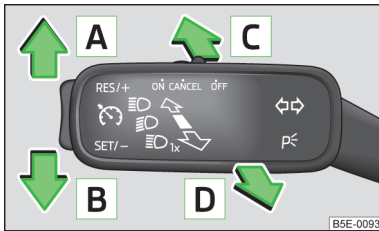

Abb. 29
- Den Blinker- und Fernlichthebel zum Lenkrad ziehen und nach unten schieben » Abb. 29 auf Seite 51.
- Den Blinker- und Fernlichthebel zum Lenkrad ziehen und nach oben schieben » Abb. 29 auf Seite 51.
Mit dem Bedienungshebel können die folgenden Funktionen bedient werden » Abb. 29.